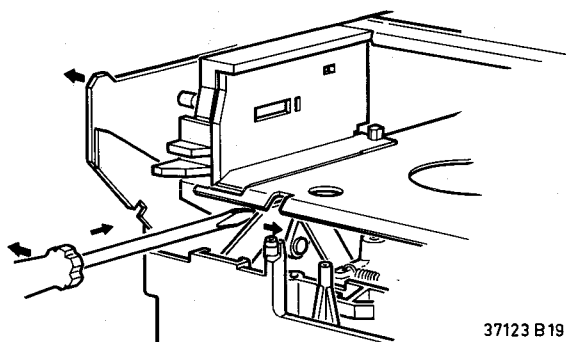

Fig. 2-1-10
2.1.11 Lift (Cassettenhalter) (Bild 2-1-10)